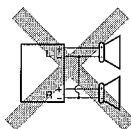
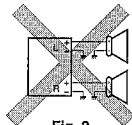

Fig. 1
Fig. 2
- If the speaker wiring in your car is as illustrated in Fig. 1 and Fig. 2 below, DO NOT connect the unit using that original speaker wiring. If you do, the unit will be seriously damaged. Redo the speaker wiring so that you can connect the unit to the speakers as illustrated in Fig. 3.
- Si el conexionado de altavoz de su automóvil es como se indica en las Figs. 1 y 2 de abajo, NO conecte la unidad utilizando ese conexionado de altavoz original. Si lo hace, se producirán daños graves en la unidad. Vuelva a efectuar el conexionado de altavoz de manera que pueda conectar la unidad a los altavoces de la manera indicada en la Fig.3.
- Si le câblage des enceintes de votre voiture est réalisé comme montré sur la Fig. 1 ou Fig. 2 ci-dessous, NE CONNECTEZ PAS l'appareil en utilisant ce câblage original d'enceintes. Si vous le faites, l'appareil sera sérieusement endommagé. Recommencez le câblage des enceintes de façon que vous puissiez connecter l'appareil aux enceintes comme montré sur la Fig. 3.